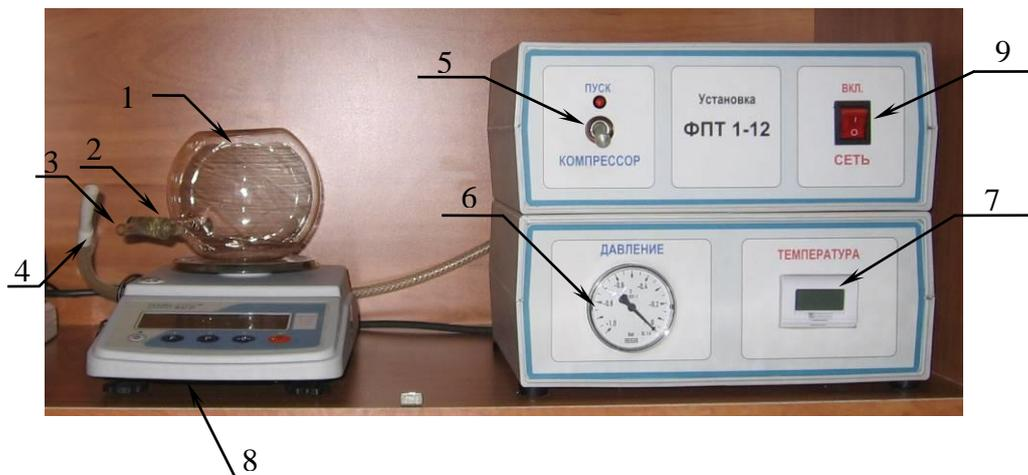

Рис. 1. Экспериментальная установка
Схематический вид установки показан на рис. 1. Установка состоит из стеклянного баллона (1) объёмом  $V$ , имеющего вакуумный кран (2) (кран (2) на рис. 1 показан в положении «Открыто») и штуцер
(3). С помощью шланга (4) баллон можно соединить с откачивающей системой, которая состоит из компрессора, работой которого можно